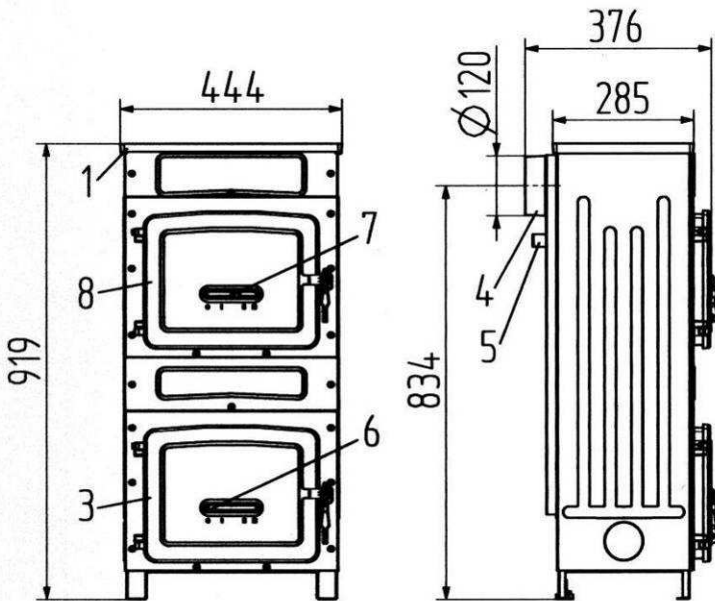

Bild 4
- Bild 4: WO 109-8 (TYP 109 81)